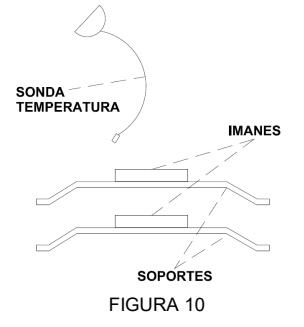

FIGURA 11 FIGURA 12 FIGURA 13
- Insertar los dos soportes (figura 10) en el bastidor (figura 1) del dispositivo según se muestra en la figura 11.